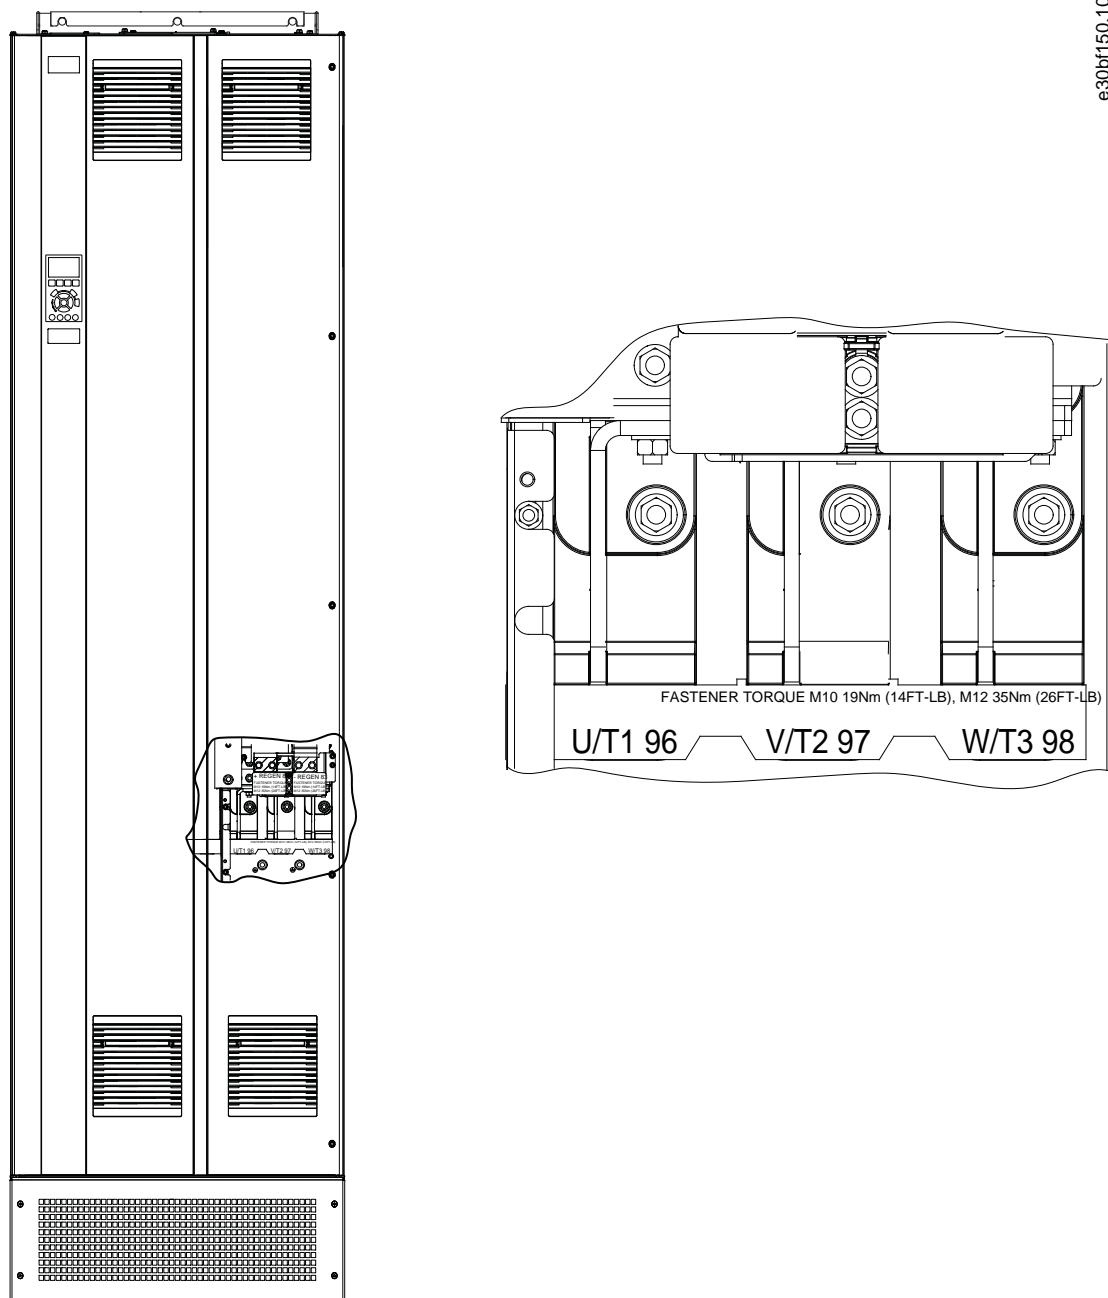

Рисунок 18: Клеммы подключения двигателя пер. тока (показан корпус E1h).
4. Подключите проводку трехфазного двигателя к клеммам 96 (U), 97 (V) и 98 (W). См. Рисунок 18.